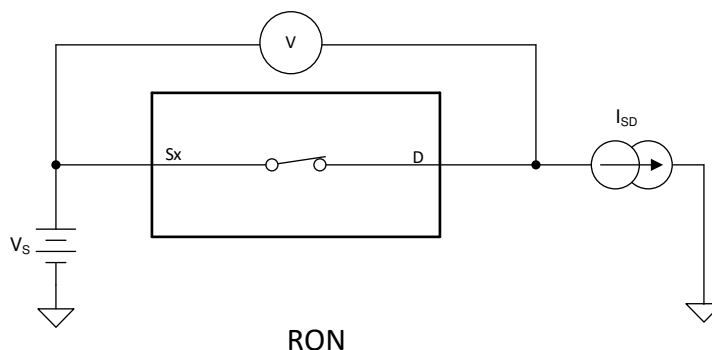

图 7-1. 导通电阻测量设置
器件的导通电阻是器件源极 (Sx) 和漏极 (D) 引脚之间的欧姆电阻。导通电阻随输入电压和电源电压的变化而变化。符号 R_{ON} 用于表示导通电阻。图 7-1 展示了用于测量 R_{ON} 的测量设置。电压 (V) 和电流 (I_{SD}) 可通过此设置进行测量，而 R_{ON} 可通过 $R_{ON} = V/I_{SD}$ 来计算：